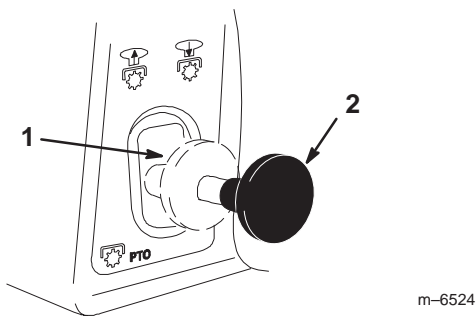

Bild 13
1. Schieben Sie den ZWA-Hebel auf „Ein“ (Bild 13).
1. Schieben Sie den Zapfwellenantriebshebel (ZWA) auf „Aus“ (Bild 13).